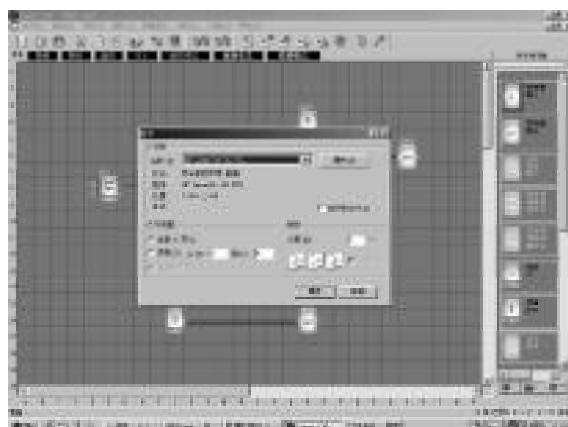

图 4.16 文件打印
2. 弹出如图4.16所示的对话框，按照对话框中的提示设置您的打印要求；